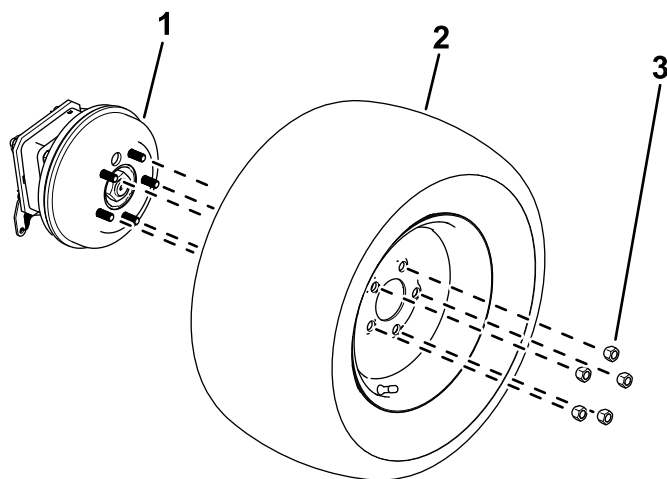

Figure 12
1. Desserrez et retirez les écrous de roue (Figure 12).
2. Déposez les roues des moyeux (Figure 12).
- Fixez les roues sur les moyeux à l'aide des écrous de roues retirés précédemment (Figure 12).